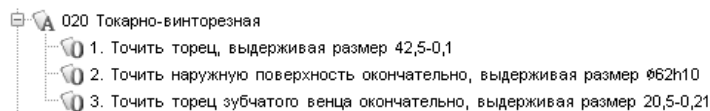

Рис. 3.12.
3. Отредактируйте добавленные переходы так, как показано на рис. 3.12. Слова «зубчатого венца» добавьте вручную. Слово «окончательно» добавьте из словаря. Размеры измените путем редактирования параметров перехода.